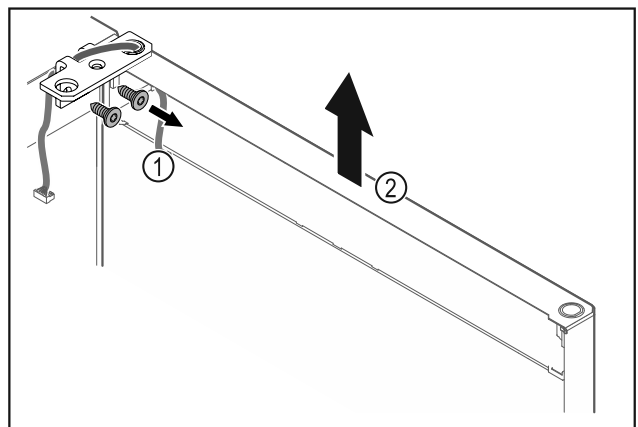

Fig. 17
- Lironi vidat e profilit të menteshës Fig. 17 (1).
- Ngrini drejt lart derën së bashku me profilin e menteshës Fig. 17 (2) rreth 200 mm dhe hiqeni.